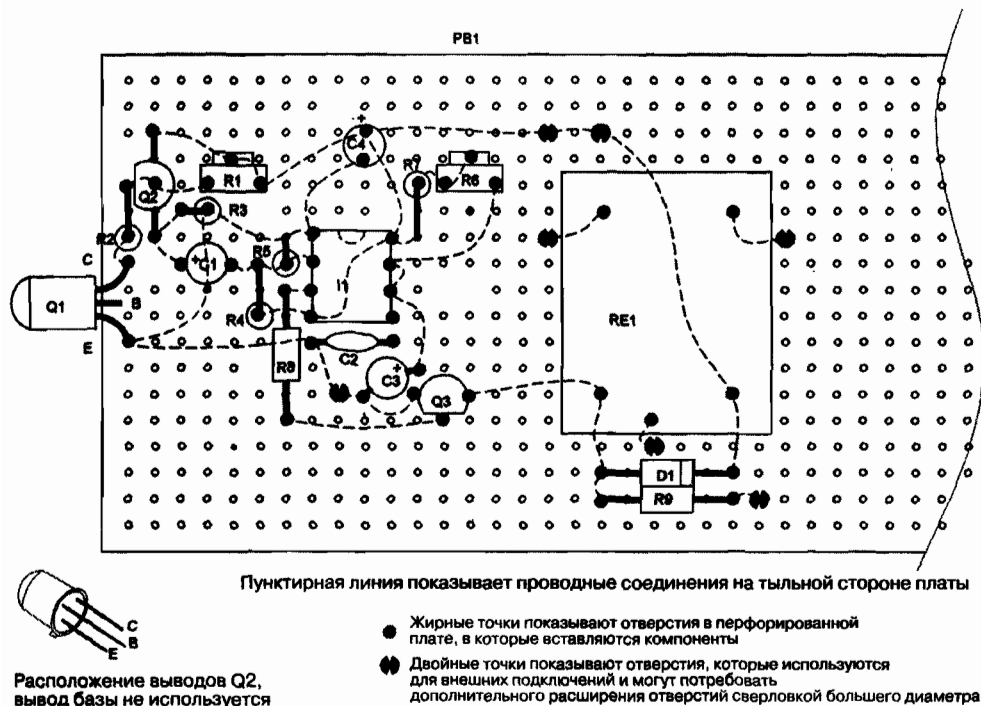

Рис. 12.3. Увеличенный вид соединений компонентов на тыльной стороне платы
2. Соберите плату, как показано на рис. 12.3. Не перепутайте между собой pnp- и npn-транзисторы. Используйте выводы элементов при соединении проводов там, где это возможно. Избегайте мостиков из неизолированного провода, точек короткого замыкания.